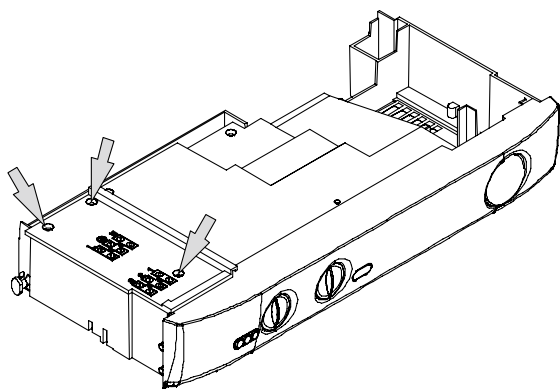

рис. 5.19
- Отвинтите винты и снимите крышку коробки с зажимами рис. 5.19.